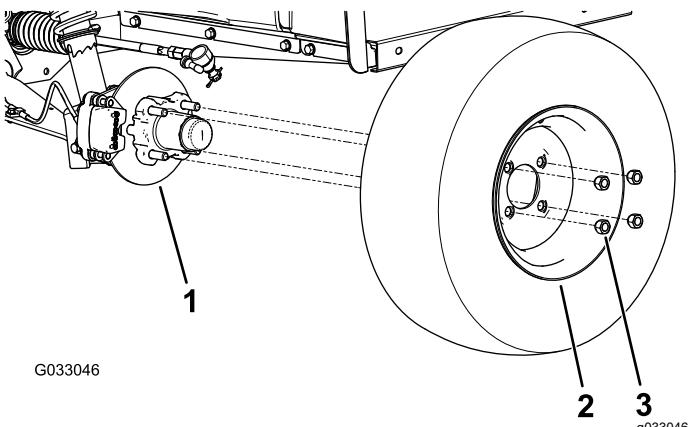

Рисунок 29
2. Отверните 4 зажимные гайки, которые крепят каждое колесо к ступице (Рисунок 29).
- Совместите отверстия в колесе со шпильками в ступице и установите колесо на ступицу так, чтобы вентиль шины был направлен наружу (Рисунок 29).
- Закрепите колесо на ступице с помощью зажимных гаек (Рисунок 29).